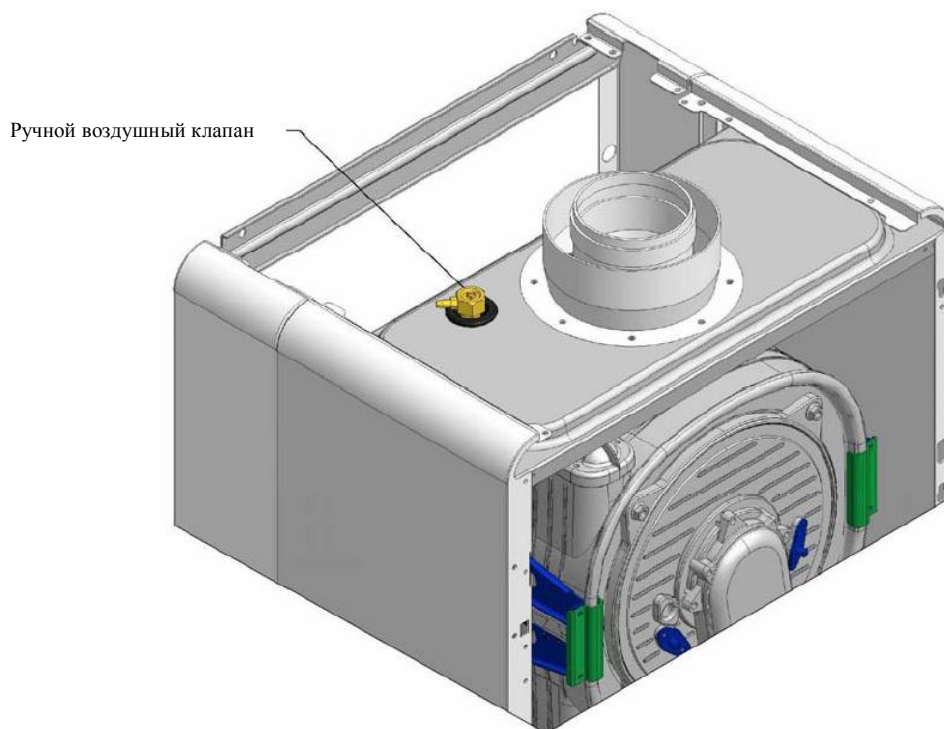

Рис. 23
- Расположенный на теплообменнике ручной клапан необходимо открыть (к воздуховыпускному клапану, расположенному в верхней части котла (Рис. 23) необходимо подключить шланг).